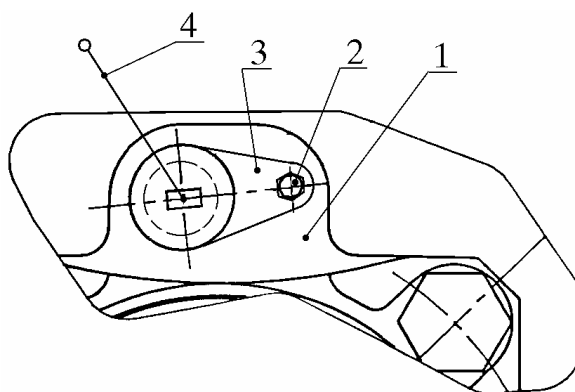

Рис. 33. Подсоединение датчиков АБС к фланцу кожуха полуоси:
6.24. Установить два датчика 3 (рис. 33) АБС в отверстие  $\varnothing 18$  мм фланцев 1 кожуха полуоси, прикрепив их к фланцу болтами 2, как показано на рис. 33